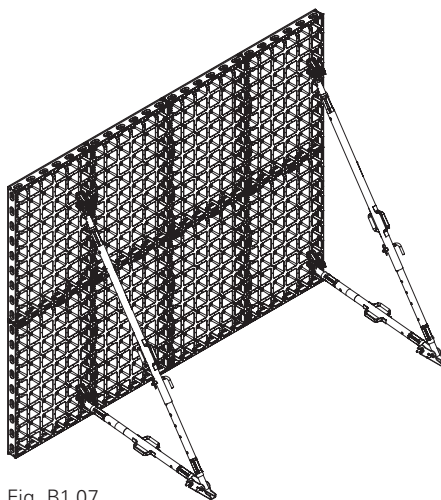

Fig. B1.07
8. Monter les étais de réglage (38, 39) en continu selon la largeur d'influence applicable. (Fig. B1.07)
1. Monter le coffrage de fermeture de la même manière que le coffrage de base. (Fig. B1.07)